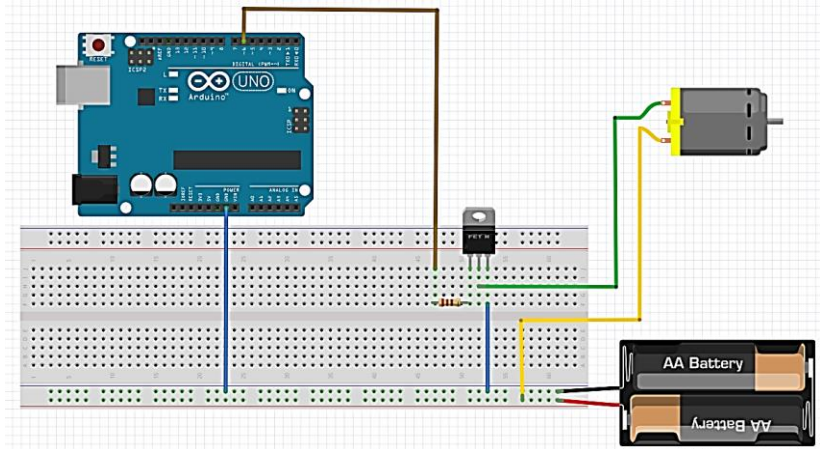

Рис. 7.3. Схема підключення для керування силовим навантаженням з допомогою MOSFET-транзистора IRF3205
2. На монтажній платі скласти схему відповідно до рис. 7.3.